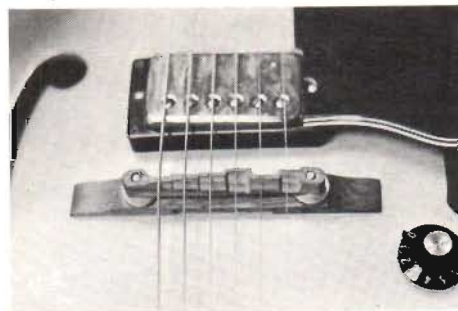

Fig 9. Orkestergitarrstall för spunnen G (3) sträng. Tillverkas vanligen av ebenholz, men ibland även av rosenträ.
Om strängarna (dvs strängkärnorna) blir grövre och grövre från diskant till bas, och samtidigt stränghöjden (aktionen) ökar, representerar korrekt intonation i idealfallet en rak linje på stallet. Men eftersom G (3) normalt är spunnen och i stället har klenare kärna än H (2) får man en diskontinuitet och linjen blir bruten som framgår av fig 9. E (1) och H (2) följer således en "intonationslinje" och G (3), D (4), A (5) och E (6) en annan. Använder
man ospunnen G (3) får man en intonationslinje för D (4) — A (5) — E (6) och stallet enligt fig 9 fungerar inte perfekt. Samma problem får man om man laborerar med strängar ur olika grovleksserier. Man har därför sedan länge haft ett önskemål att kunna justera intonationen individuellt för de olika strängarna.